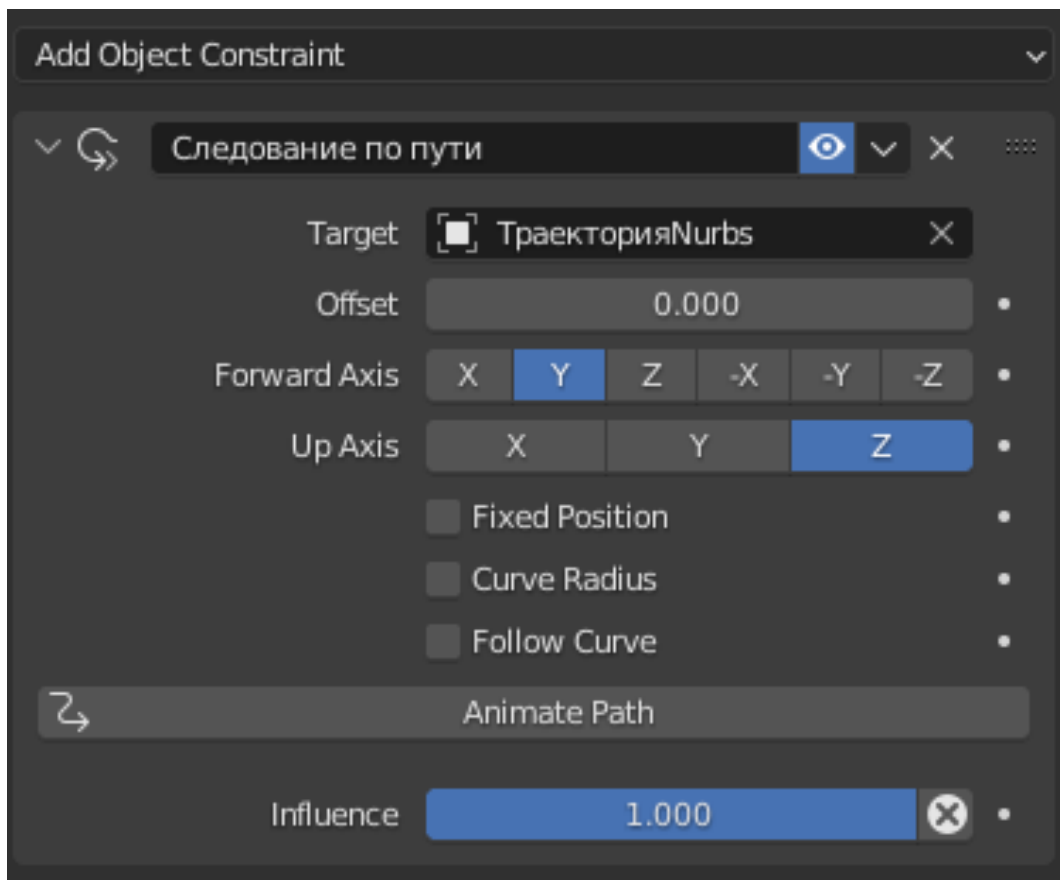

Рисунок 62 – Constraint Follow Patch
**Patch** (Рисунок 62). В качестве **Target** выбираем кривую, вдоль которой будет двигаться объект. Далее нажимаем **Animate Path**. При запуске анимации, объект начнет двигаться вдоль кривой.